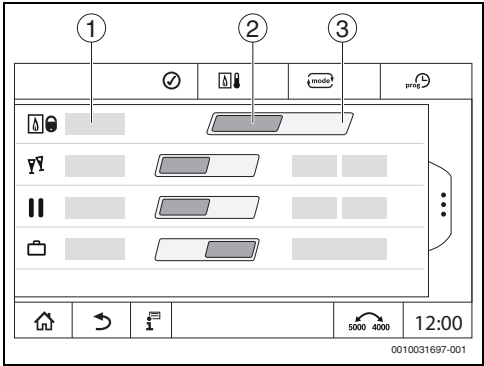

Bild 1 Standard-Wärmeerzeuger sperren/entsperren
- **Entsperren** (→ Bild 1, [2], Seite 6) antippen.